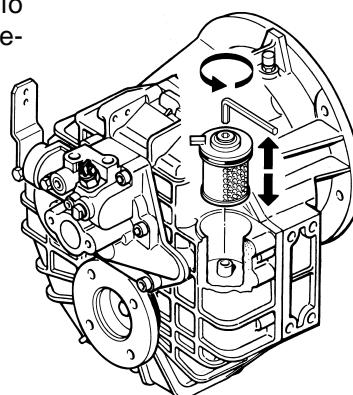

Fig. V-8
- 2.4.2 Lock the cover in its housing, fixing it in place with the relative Allen screw (fig. V-8) and using a min. 5 Nm (4 ft/lbs) max 8 Nm (6 ft/lbs) driving torque. Check the oil level after a brief period of service.
- 2.4.2 Bloccare il coperchio nella sua sede fissandolo con la relativa vite a «brugola» (fig. V-8) - coppia di serraggio min 5 Nm, max 8 Nm. Ricontrollare il livello dell'olio dopo un breve periodo di funzionamento.
- 2.4.2 Bloquer le couvercle à sa place en le fixant par la vis l'Allen (fig. V-8) - couple de serrage min. 5 Nm, max 8 Nm. Vérifier encore le niveau de l'huile après une courte période de fonctionnement.
2.4.2 Bloquear la tapa en su alojamiento fijandola con el correspondiente tornillo Allen (Fig. V-8) - par de apriete mín. 5 Nm, máx. 8 Nm. Volver a controlar el nivel de aceite después de un breve periodo de funcionamiento.
2.4.2 Den Deckel mit der Innensechsksantschraube befestigen (Bild V-8), Anzugsmoment min. 5 Nm, max 8 Nm. Nach einer kurzen Betriebszeit den Ölstand prüfen.